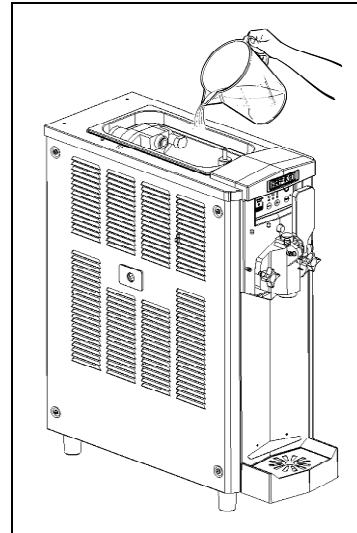

Fig. 32
- Vierta 1 litro aprox. de producto en el recipiente superior (fig.32) y espere hasta que fluya hacia el interior del cilindro de congelación.